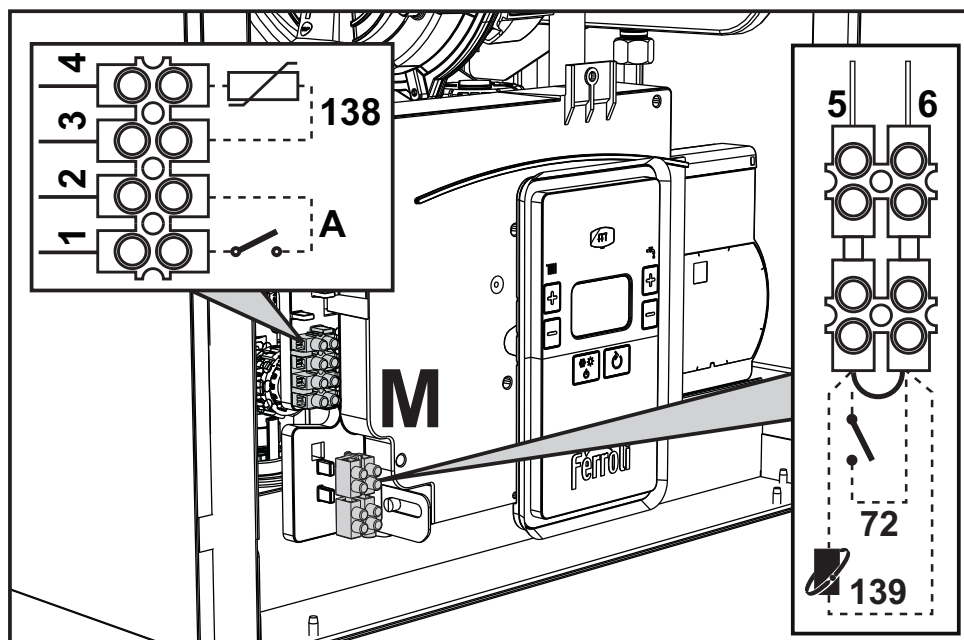
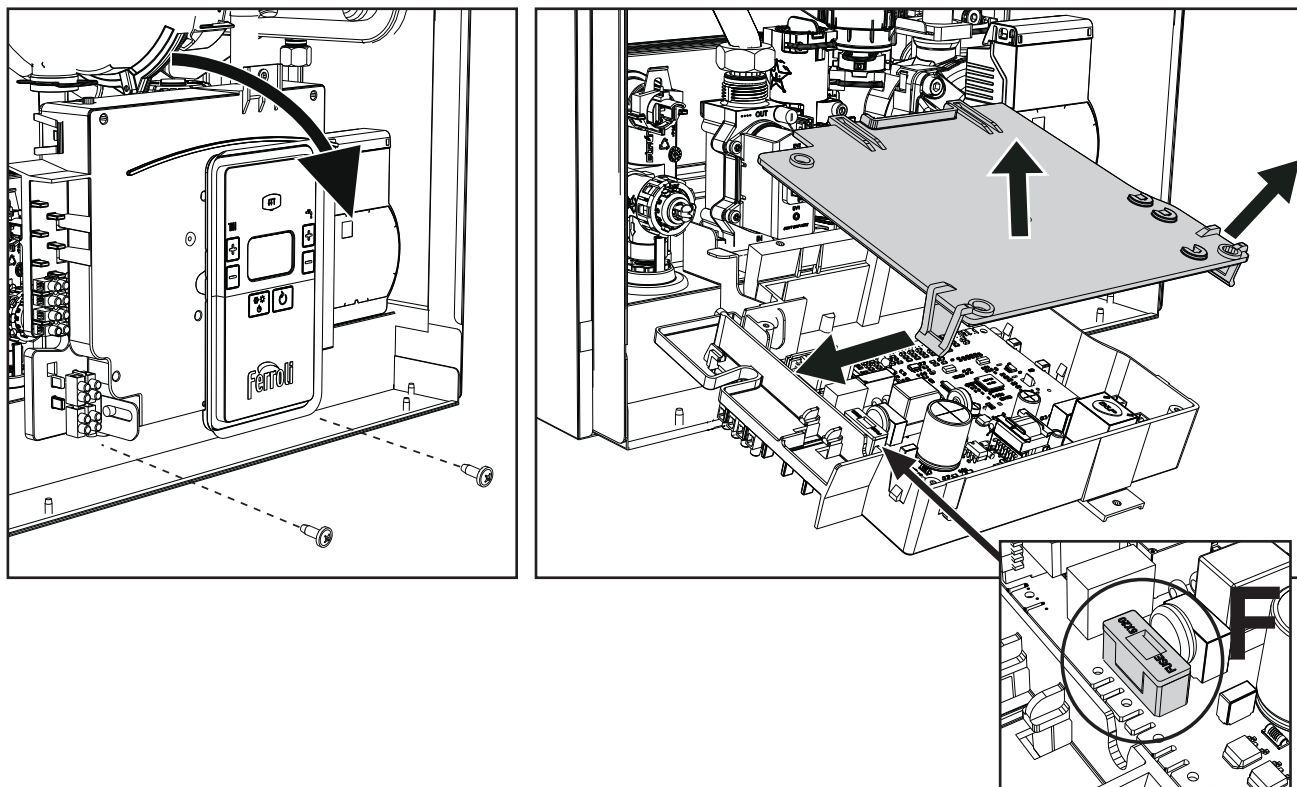

fig. 19
fig. 20
Nadat het voorpaneel is verwijderd ("Openen van het voorpaneel" op pagina 138), zijn de klemmenborden (M) en de zekering (F) toegankelijk door de onderstaande aanwijzingen te volgen (fig. 19 en fig. 20). **De klemmen die zijn aangegeven in fig. 20 moeten droge contacten zijn (niet 230V).** De plaats van de klemmen voor de verschillende aansluitingen staat ook vermeld in het schakelschema op fig. 54.
Configuratie ON/OFF-schakelaar (A fig. 19)**Tabel 3- Instellingen schakelaar A**